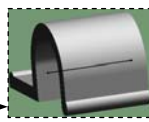

图 11.11.9 旋转线夹 1
Step8. 旋转线夹 1。选择 **电气** 功能选项卡中的  **旋转线夹(R)** 命令, 系统弹出“零部件旋转/对齐”对话框; 单击激活 **要旋转的零件(P)** 中的区域, 选取 Step6 中添加的线夹 1; 在 **旋转(R)** 区域的  文本框中输入数值 90.0; 单击对话框中的  按钮, 完成图 11.11.9 所示的旋转线夹。